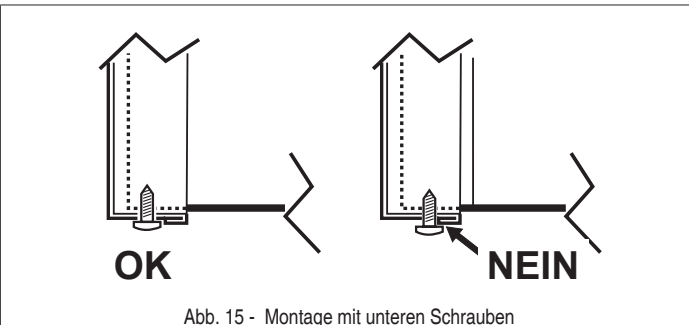

Abb. 15 - Montage mit unteren Schrauben
3. Gehen Sie in umgekehrter Reihenfolge vor, um die Frontplatte wieder zu montieren. Stellen Sie sicher, dass sie korrekt an der oberen Platte befestigt ist und vollkommen an den seitlichen Platten anliegt. Der Kopf der Schraube "A" muss nach dem Anziehen wie in "Abb. 15 - Montage mit unteren Schrauben") angegeben positioniert sein.